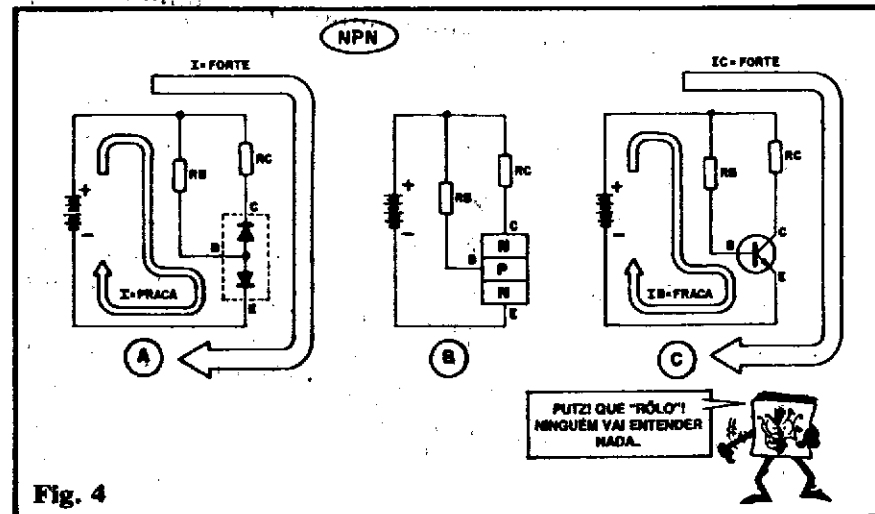
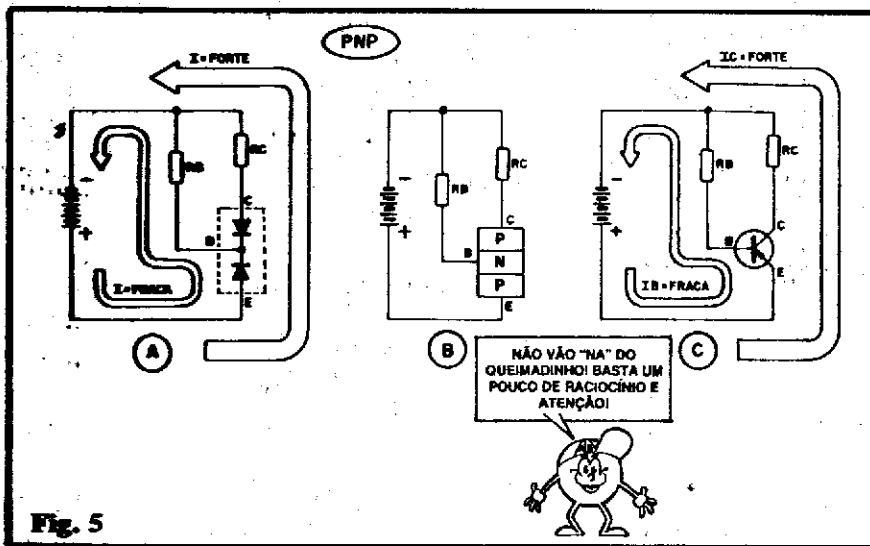

Fig. 4
Fig. 5
- **FIG. 4-A** - (Diagrama mostrando a "estrutura de diodos" interna de um transistor...) - Se o terminal de BASE (B) de um transistor NPN for ligado ao positivo da alimentação geral, através de um resistor de valor relativamente elevado (RB), transitará, pela junção PN correspondente ao conjunto BASE/EMISSOR, uma corrente I fraca (notem que o "diodo de baixo", no arranjo fica, com relação à corrente proveniente do resistor RB, **diretamente polarizado**...). Essa corrente fraca, contudo (entre BASE e EMISSOR) gera um importante efeito no **sanduíche** semicondutor do transistor, induzindo o "diodo de cima" (no diagrama), a **deixar de agir como se estivesse inversamente polarizado**! Aí está todo o "segredo" do funcionamento dos transistores!
- Recordando um pouco: Nos símbolos dos componentes, e mesmo nos diagramas explicativos, as "setas" indicam sempre o chamado SENTIDO CONVENCIONAL da corrente, como se este estivesse "saindo" do positivo e "indo" para o negativo, embora saibamos que o fluxo de elétrons, na verdade, caminha ao contrário (do negativo, onde "sobram", para o positivo, onde "faltam"...). Voltando, então, ao diagrama da fig. 4-A, vamos tentar acompanhar o
- **FIG. 4-B** - O mesmo arranjo de polarizações mostrado na fig. 4-A, porém com a estrutura interna do transistor NPN vista em blocos semicondutores. Comparar com o diagrama 4-A, para entender bem a "coisa"...
- **FIG. 4-C** - Ainda o mesmo arranjo, porém agora "desenhado" em símbolos (exatamente como aparecem - e aparecerão, nos esquemas de circuitos mostrados em ABC...). Comparar e relacionar bem os três diagramas da fig. 4, de modo a "sentir" o comportamento e os "caminhos" da corrente num circuito transistorizado, mesmo a partir da informação visual de um simples esquema (isso é importante, para que o Leitor/Aluno comece a "pensar eletronicamente"...).
- **FIG. 5** - Tudo o que já vimos, na fig. 4, porém agora mostrado com um transistor PNP! Em 5-A num diagrama de "diodos internos", em 5-B com a estrutura semicondutora interna e em 5-C no chamado diagrama esquemático (em